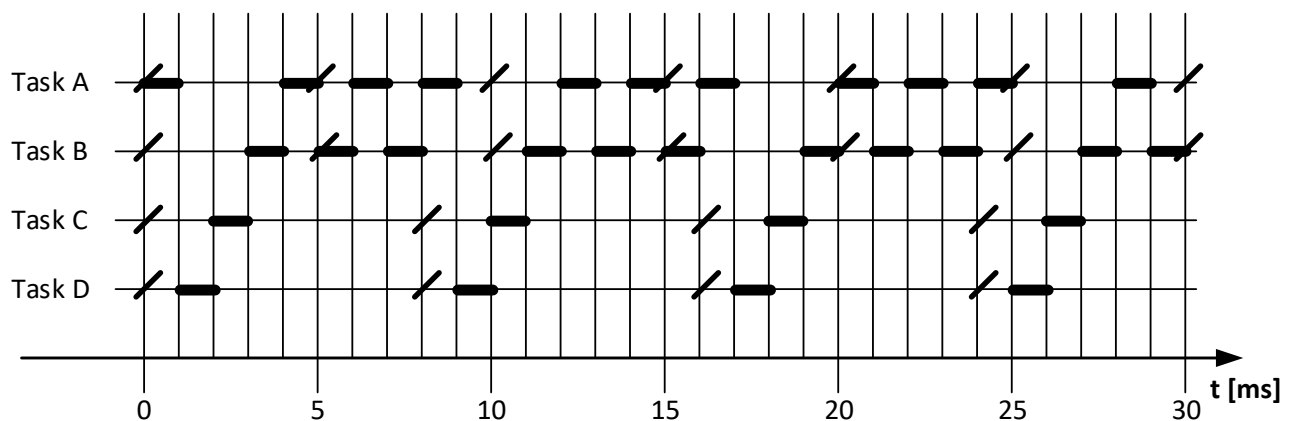

Abbildung 3: Ist-Ablauf der Tasks A, B, C und D (Zeitscheiben-Verfahren)
a) Erfüllt die Abarbeitung der einzelnen Tasks im Bereich $0 \leq t < 30$ ms gemäß Abbildung 3 die Rechtzeitigkeits-Bedingung? Wenn nein, welche Task(s) verletzt bzw. verletztten die Rechtzeitigkeits-Bedingung wann zum ersten Mal?
b) Bestimmen Sie die Auslastung des Rechenkerns bei einer Beauftragung entsprechend Abbildung 3 und Tabelle 2.